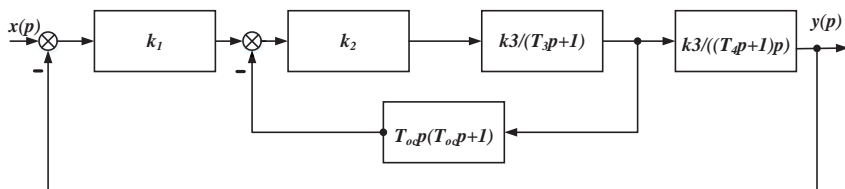

Рисунок 7
2. Определить передаточную функцию для САУ, структурная схема которой представлена на рис. 7, если $k_1=2$, $k_2=100$, $k_3=100$, $k_4=2.5$ 1/с; $T_3=0,05$ с, $T_4=0,07$ с, $T_{oc}=0,2$ с.